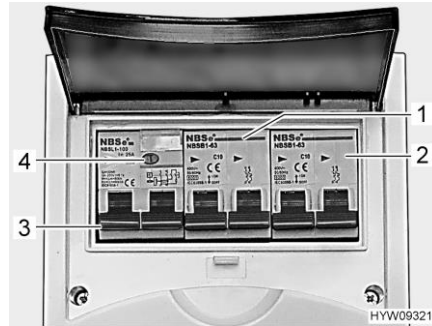

Fig. 101 Disjoncteur de protection de circuit et disjoncteur FI (coffret de fusibles 230 V)
Un disjoncteur différentiel (disjoncteur FI) (Fig. 101,3) dans le coffret de fusibles protège tout le véhicule contre le courant différentiel (30 mA).
Le disjoncteur de protection de circuit connecté en aval (10 A) (Fig. 101,1) protège les prises de courant de 230 V, le bloc électrique, le chargeur supplémentaire et le réfrigérateur.
Sur les véhicules possédant un équipement particulier tel que la climatisation dans le toit, un disjoncteur de protection de circuit supplémentaire (16 A) (Fig. 101,2) protège l'appareil.
- Lorsque le véhicule est raccordé à l'alimentation 230 V, appuyer sur la touche de contrôle (Fig. 101,4). Le disjoncteur différentiel (FI) doit se déclencher.